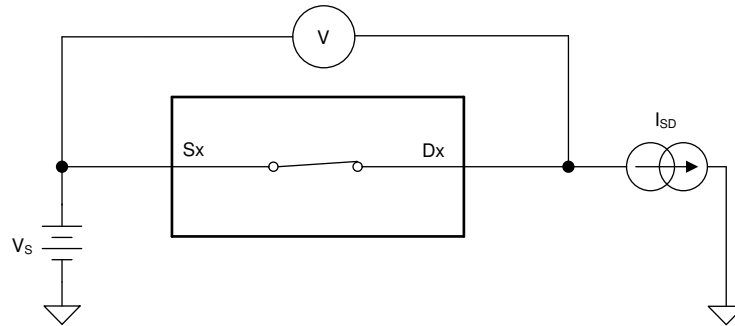

图 6-1. 导通电阻测量设置
器件的导通电阻是器件源极 (Sx) 和漏极 (Dx) 引脚之间的欧姆电阻。导通电阻随输入电压和电源电压的变化而变化。符号 R_{ON} 用于表示导通电阻。图 6-1 展示了用于测量 R_{ON} 的测量设置。电压 (V) 和电流 (I_{SD}) 通过此设置进行测量， R_{ON} 的计算方法如下所示， $R_{ON} = V/I_{SD}$ ：